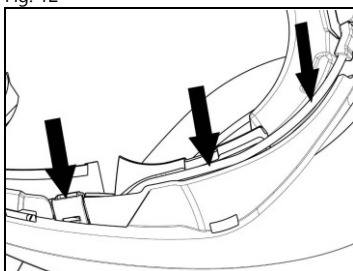

Fig. 14
- Placer kablet indvendigt i styrthjelmens og anbring den højre fastspændingsclips det pågældende sæde (Fig. 14).